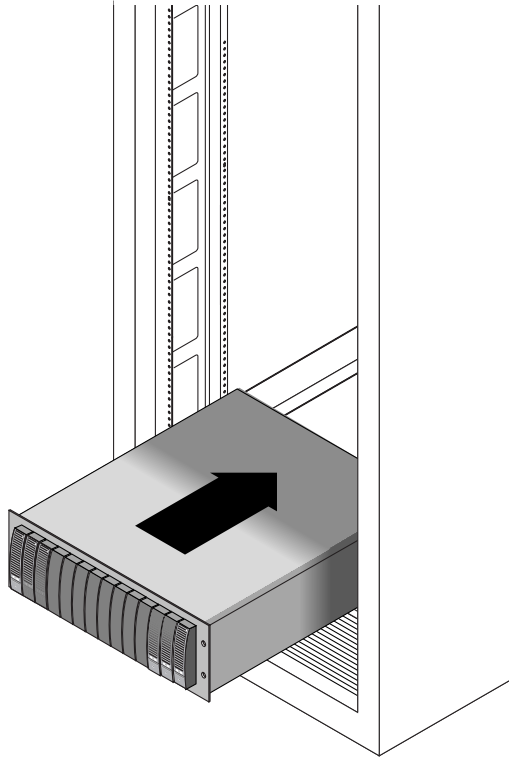

FIGURA 2-15 Introducción del chasis en el armario
3. Deslice el chasis con cuidado hacia el interior del armario hasta que sus bordes toquen el perfil vertical del armario (FIGURA 2-15).